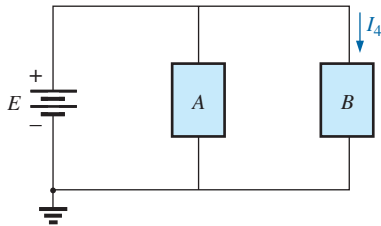
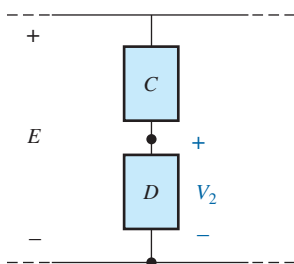

Figura 7.15 Diagrama de blocos da Figura 7.14.
Figura 7.16 Diagrama alternativo de blocos para o primeiro ramo em paralelo da Figura 7.14.
grandezas em particular, e não uma solução completa. Portanto, seria uma perda de tempo calcular todas as correntes e tensões do circuito. O método empregado deve possibilitar apenas a obtenção das incógnitas desejadas. Com o uso do método do diagrama em blocos, o circuito apresenta a estrutura básica mostrada na Figura 7.15, que indica claramente que os três ramos estão em paralelo e que a tensão entre os terminais de *A* e *B* é a tensão de saída da fonte. Agora está óbvio que a corrente  $I_4$  é dada pela razão entre a tensão da bateria e a resistência associada ao bloco *B*. Caso se deseje, o bloco *A* pode ser ainda subdividido, como ilustra a Figura 7.16, de modo a identificar *C* e *D* como elementos em série, para que a tensão  $V_2$  possa ser determinada com o auxílio da regra dos divisores de tensão, desde que as resistências associadas a *C* e a *D* sejam reduzidas a um único valor. Esse é um exemplo de como um esboço mental do método pode ser feito antes de se aplicar leis, regras etc., a fim de evitar caminhos sem saída e frustrações.
a) Observe a semelhança com a Figura 7.16, que nos permite usar a regra dos divisores de tensão para determinar  $V_1$  e  $V_3$ :